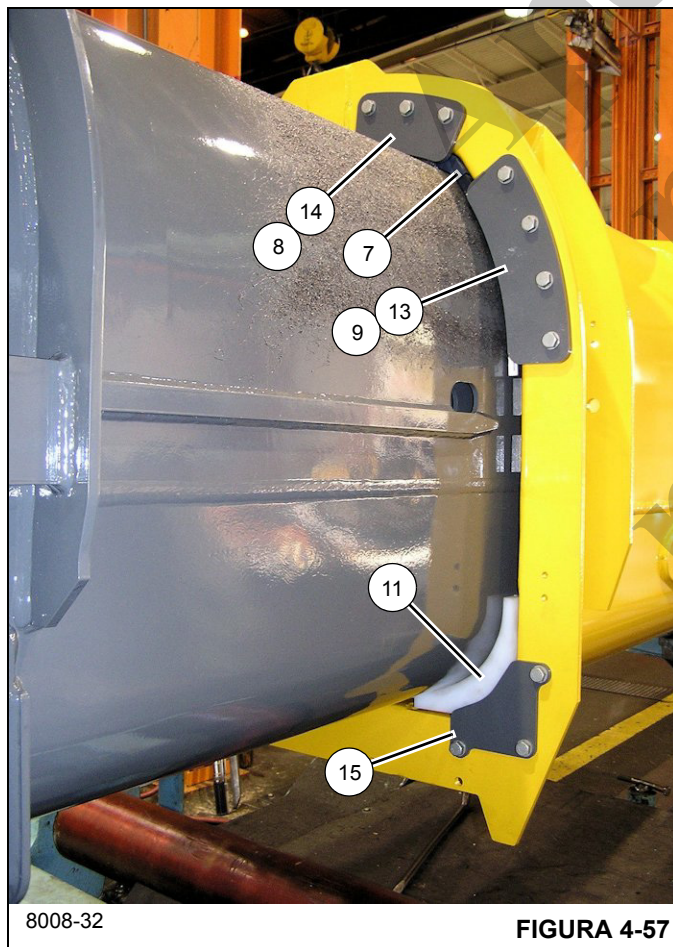

FIGURA 4-57
- 108. Monte o conjunto da placa de desgaste (82) em cada lado da parte traseira inferior do telescópio 1 (2) usando os dois parafusos (83).
- 109. Monte o conjunto da placa de desgaste (71) em cada lado da parte traseira inferior do telescópio 1 (2) usando os dois parafusos (83) e as arruelas de pressão (72).
- 110. Fixe a mangueira de graxa (81) e as peças relacionadas (79, 80, 77, 78) a cada placa de desgaste superior traseira (59), a seguir instale a placa de desgaste/conjunto da mangueira de graxa dentro do suporte de fixação em cada lado do telescópio 1 (2).
**NOTA:** Não deixe que a placa de desgaste (59) fique pendurada na mangueira de graxa, pois as roscas da placa de desgaste podem ser danificadas. Se as roscas da placa de desgaste forem danificadas, substitua a placa de desgaste; não tente reparar com fita veda-rosca.
- 111. Coloque a seção da base (1) de cabeça para baixo e atrás do telescópio 1 (2); coloque a seção da base (1) sobre apoios adequados.
- 112. Usando uma pistola de graxa ou um pincel, aplique graxa no interior do telescópio da base (1) nas áreas onde as placas de desgaste traseiras do telescópio 1 tocarão após a montagem.
- 113.** Alinhe a seção da base e o telescópio 1 uma com a outra, a seguir insira parcialmente o telescópio 1 (2) na seção da base (1).
- 114.** Use os calços (70) para ajustar os conjuntos da placa de desgaste traseira do telescópio 1 (71, 82) de tal modo que as placas de desgaste estejam dentro de 2 mm (0.08 pol.) das laterais e da parte inferior da seção da base. Um número igual de calços deve ser usado em cada lado.
- 115.** Insira três quartos da extensão do telescópio 1 (2) na seção da base (1).
- 116.** Usando um elevador e uma linga adequados, eleve um pouco a parte dianteira do telescópio 1 (2) com a finalidade de instalar as placas de desgaste na parte dianteira da seção da base (1).
- 117.** Instale a placa de desgaste superior (11) na parte dianteira da seção da base (1) usando os dois parafusos (27) e porcas (28) (lados esquerdo e direito); verifique se a porção mais fina da placa de desgaste superior (11) está orientada para o lado da seção da base (1) (consulte a Figura 4-57).
- 118.** Instale a placa de retenção (15) na parte dianteira da seção da base (1) usando os três parafusos (19), seis arruelas lisas (16), três arruelas de pressão (17) e três porcas (18) (lados esquerdo e direito) (consulte a Figura 4-57).
- 119.** Abaixee o telescópio 1 (2) sobre as placas de desgaste recém-instaladas (11).
- 120.** Instale os calços (2x-7) e as placas de desgaste inferiores dianteiras (8, 9) na parte inferior da seção da base (1) (consulte a Figura 4-57).
- 121.** Instale as placas de retenção esquerda, direita e inferior (2x-14, 13) na parte dianteira da seção da base (1) usando os parafusos (19), arruelas lisas (16), arruelas de pressão (17) e porcas (18) (consulte a Figura 4-57).
- 122.** Instale a placa (12) no interior da seção da base (1) usando dois parafusos (20) e arruelas lisas (16) (lados esquerdo e direito).
- 123.** Introduza inteiramente o telescópio 1 (2) na seção da base (1).